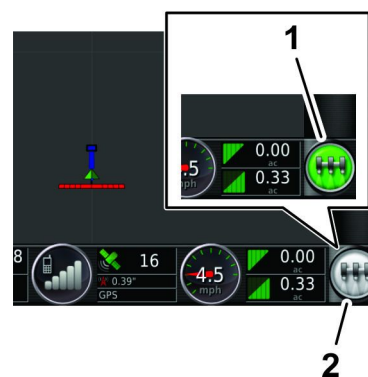

Figura 164
8. Sul quadro di comando di GeoLink, premete l'icona dell'INTERRUTTORE PRINCIPALE (Figura 164) portandola su ACCESO (verde).